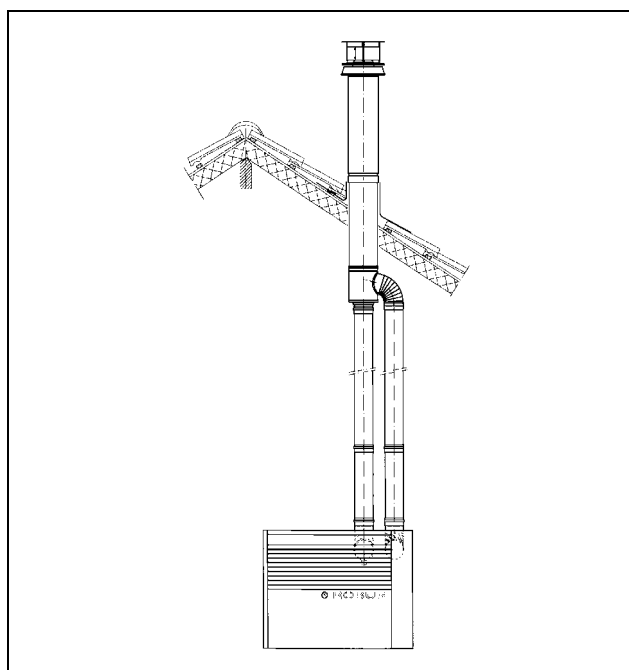

Figura 9 – INSTALLAZIONE TIPO C32 CON CONDOTTO COASSIALE A TETTO
- installazione tipo **C₃₂**: lo scarico dei prodotti della combustione e il prelievo dell'aria comburente avvengono tramite condotti coassiali o separati verticali. In questo modo l'apparecchio è stagno rispetto al locale in cui è installato (vedi Figura 9)